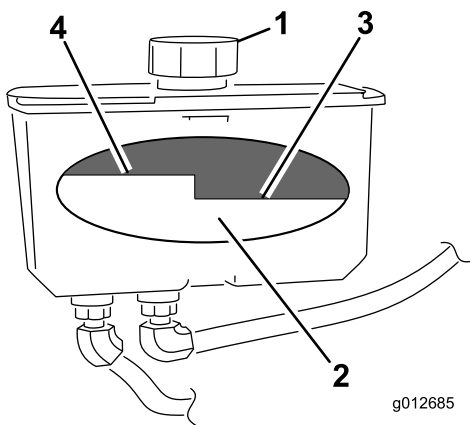

図 72
4. 油圧オイル・タンクの注油口と首の周辺をきれいに拭く（図 72）。
- 給油口からキャップを取る。タンクの中をのぞいてオイルの量を確認する (図 72)。
注 オイルが暖かいときには、バッフルの一番上のレベルまでオイルがあることが必要です (図 72)。